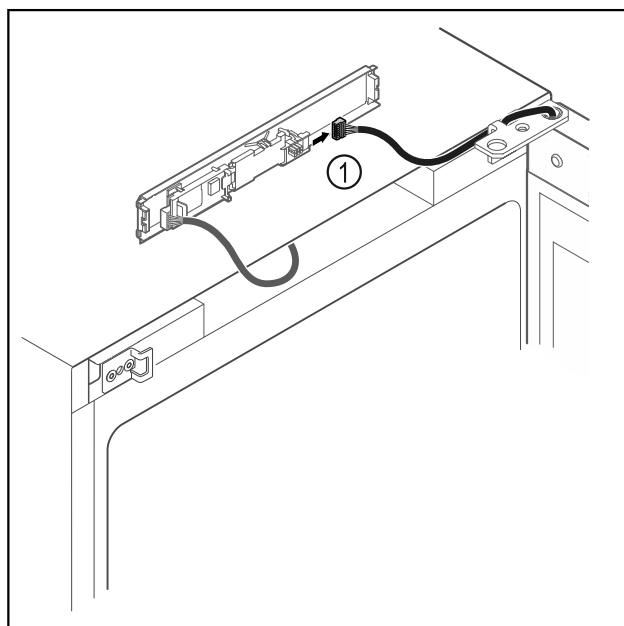

Fig. 16
- ▶ Træk stikket ud af Fig. 16 (1) printkortet.